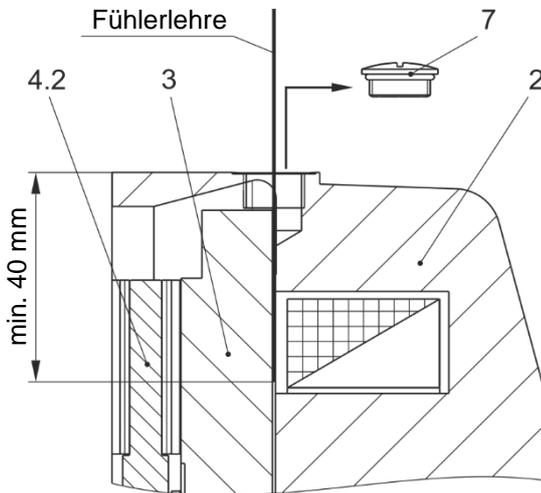

Bild 33
Der Luftspalt kann, nach Entfernen von Verschlussstopfen/Verschlusschraube (7), mittels Fühlerlehre geprüft werden. Diese muss mindestens 40 mm tief (siehe Bild 33) eingebracht werden, damit der Abstand zwischen Ankerscheibe (3) und Spulenträger (2) gemessen werden kann.